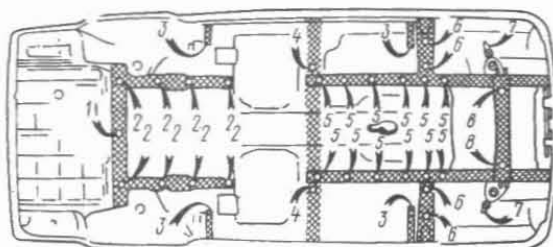

Fig. 8-43. Cavidades ocultas de la carrocería (vista por abajo):
4. Traslade el automóvil a la cámara para proceder a la aplicación de la composición anticorrosiva y colóquelo en el elevador. Aplique mediante pulverización la composición anticorrosiva en los sitios indicados en las figs. 8-43, 8-44 y 8-45.